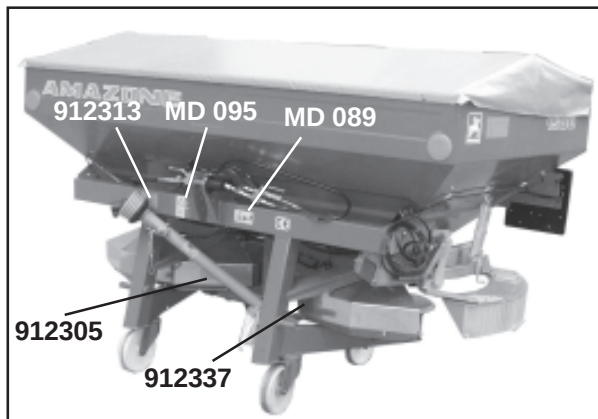
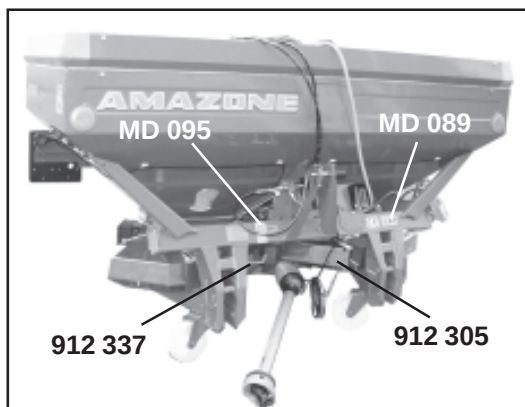
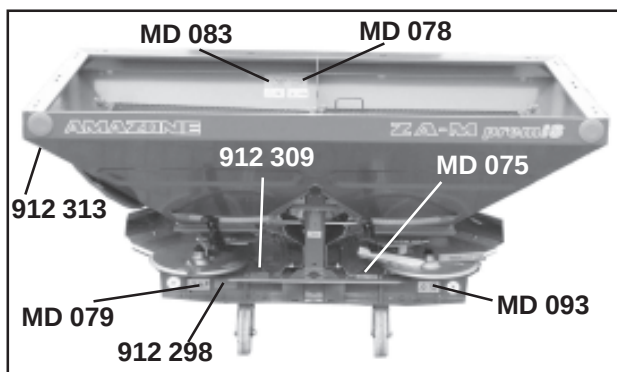

Fig. 2.1
Fig. 2.2
Fig. 2.3
- Fig. 2.1, fig. 2.2 og fig. 2.3 viser plasseringen av advarsler og henvisningsskilt. De tilhørende forklaringer finner du på de følgende sider: